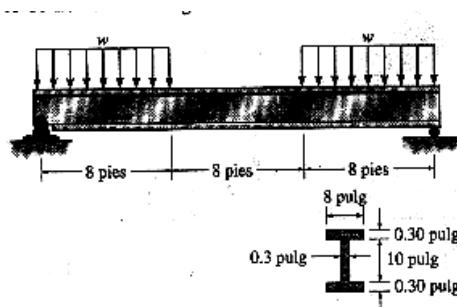

Figura 8.-
- 8.- La viga de acero de la figura 8 tiene una sección transversal mostrada. Si $w = 5$ kip/pie, determine el esfuerzo máximo absoluto de flexión en la viga.